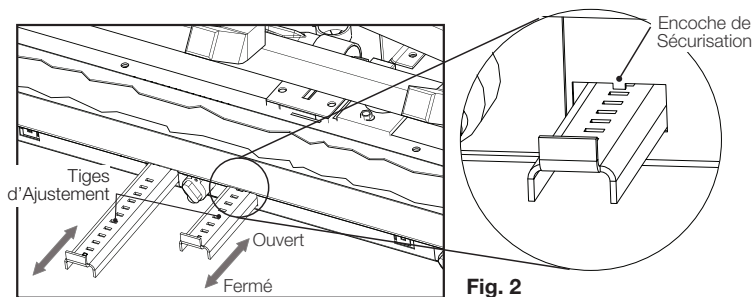

Fig. 2
- Placer la tige d'ajustement dans le centre de l'ouverture afin de la dégager des encoches de sécurisation (Fig. 2).